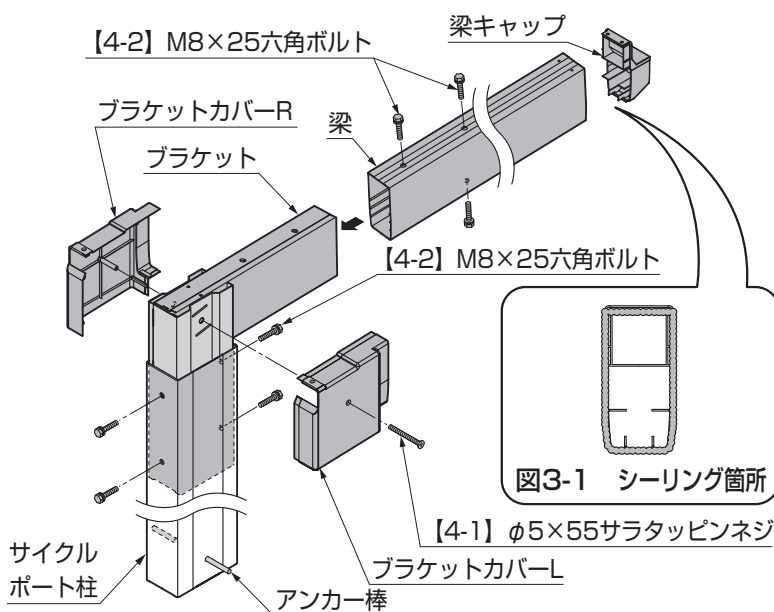

図3-1 シーリング箇所
- ①サイクルポート柱にブラケットを【4-2】で取付けてください。
- ②梁をブラケットに【4-2】で取付けてください。
- ③ブラケットカバーR、ブラケットカバーLを【4-1】で取付けてください。
- ④梁キャップにシーリング材を充てんして、梁に取付けてください。(図3-1参照)